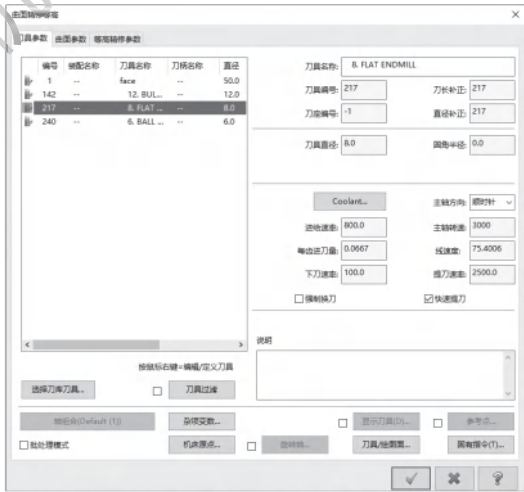

图 4-52 刀具选择与参数设置
2) 系统弹出【曲面精修等高】对话框，选择直径为 8mm 的立铣刀，设置【进给速率】为 800mm/min，【主轴转速】为 3000r/min，【下刀速率】为 100mm/min，【提刀速率】为 2500mm/min。勾选【快速提刀】复选项，如图 4-52 所示。